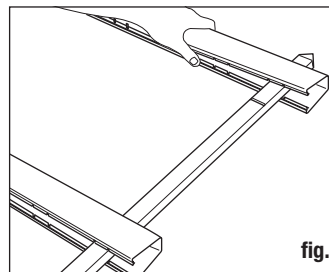

fig. 3
- Continúe empujando la estaca a través del pretil inferior en la estricción y orificio del segundo pretil (fig. 3). El segundo pretil se convierte en el pretil superior del ensamblado. Deténgase cuando la pestaña en el pretil inferior y la muesca de la estaca lleguen a alinearse. **NO DESLICE PRESIONANDO PARA QUE QUEDE EN SU LUGAR.**